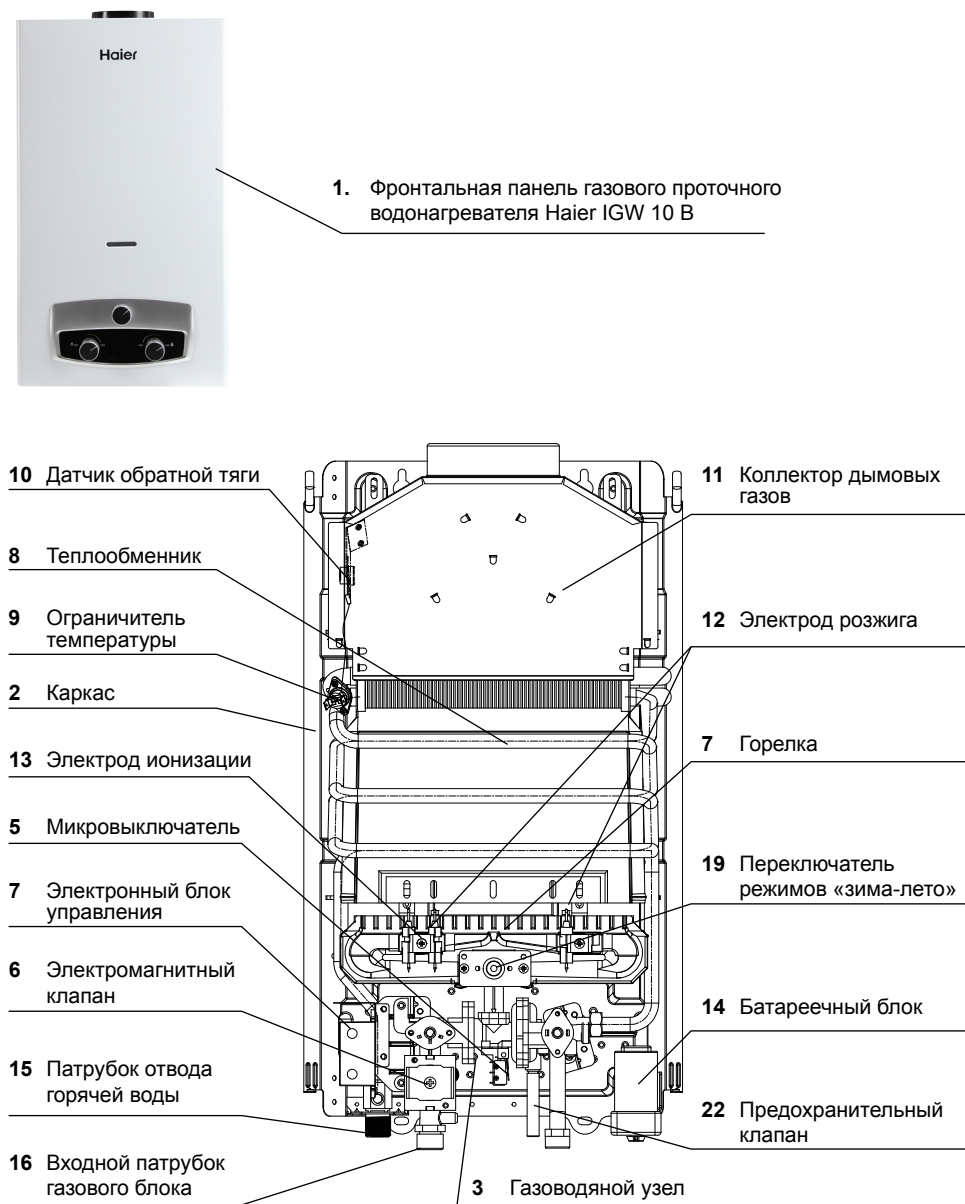

Рис. 1
Составные части изделия, поясняющие принцип устройства аппарата и требующие технического обслуживания во время эксплуатации, показаны на рис. 1.
2.7.1 Газовый проточный водонагреватель настенного типа имеет прямоугольную форму, образуемую съемной облицовкой **1**, установленной на каркасе **2** (см. рис. 1).
**Газоводяная арматура 3** (см. рис.1) предназначен для включения аппарата и обеспечения регулирования температуры воды и расхода газа. Узел состоит из двух регуляторов: водяного и газового. Конструкция регулятора водяного обеспечивает доступ газа к основной горелке только при наличии протока воды, одновременно обеспечивая срабатывание электромагнитного клапана **6** (см. рис. 1).